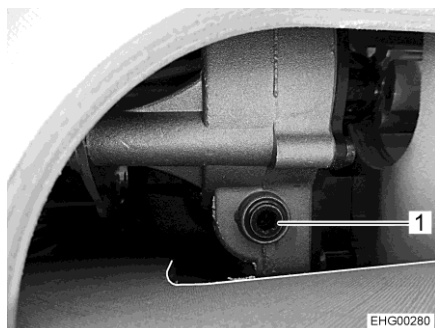

Fig. 53 Accès à l'entraînement (exemple)
- Insérer la manivelle ou la clé mâle coudée pour vis à six pans creux dans la réception sur l'entraînement (Fig. 53,1).